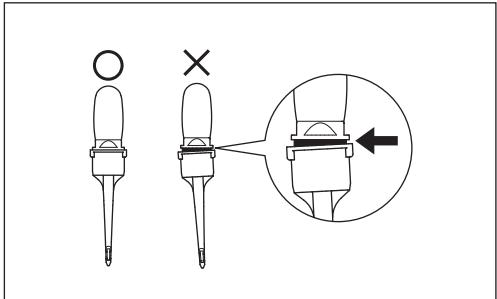

図31
- 図31を参照し、ノズルチップを奥までしっかりとノズルに取り付けてください。しっかりと取り付けられていない場合、ノズルチップが脱落し、誤飲の原因になります。